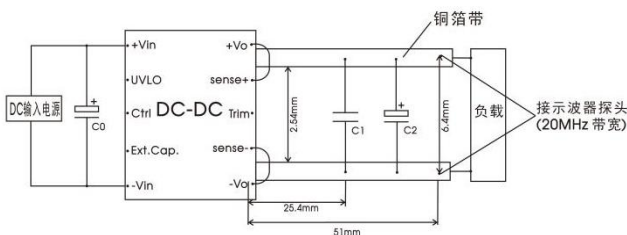

图 3
③纹波和噪声的测试方法见图 3, 噪声以靠测法为准;
④产品在海拔 2000m 以上使用, 需确保产品表面温度低于 105°C。
所有该系列的 DC/DC 转换器的常规性能在出厂前, 都是按照下图 3 推荐的测试电路进行测试, 纹波噪声测试用图 3 接线测试。